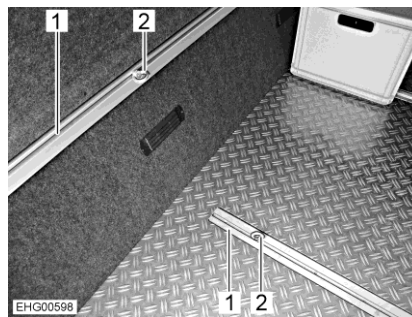

Fig. 5 Ojetes de amarre (garaje trasero)
- Girar el ojete de amarre (Fig. 5,2) media vuelta en sentido contrario a las agujas del reloj. Ahora, el ojete de amarre (Fig. 6) se deja desplazar.
- Desplazar el ojete de amarre a la posición deseada en el riel de amarre (Fig. 5,1).